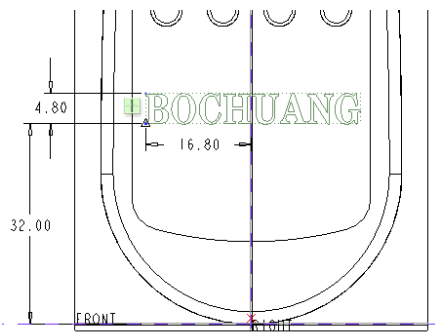

图 6-77 修改尺寸
- 7 修改文本截面的尺寸，修改尺寸后的文本位置和效果如图 6-77 所示。